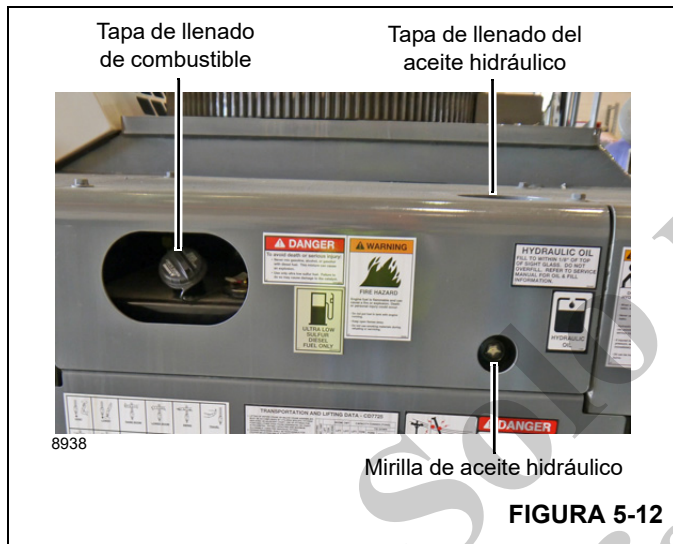

FIGURA 5-12
Revise diariamente el suministro de combustible antes de poner la grúa en funcionamiento. Gire la llave de encendido a la posición de MARCHA y observe el medidor de combustible en el tablero de instrumentos. Si es necesario, llene el tanque con el combustible recomendado (vea la Figura 5-12).
3. Verifique visualmente el nivel de aceite en la mirilla de nivel de aceite hidráulico (Figura 5-12). El aceite hidráulico debe estar 3 mm (0.125 pulg) de la parte superior de la mirilla. Si está bajo, llene el depósito con el aceite hidráulico limpio recomendado (sección 8).